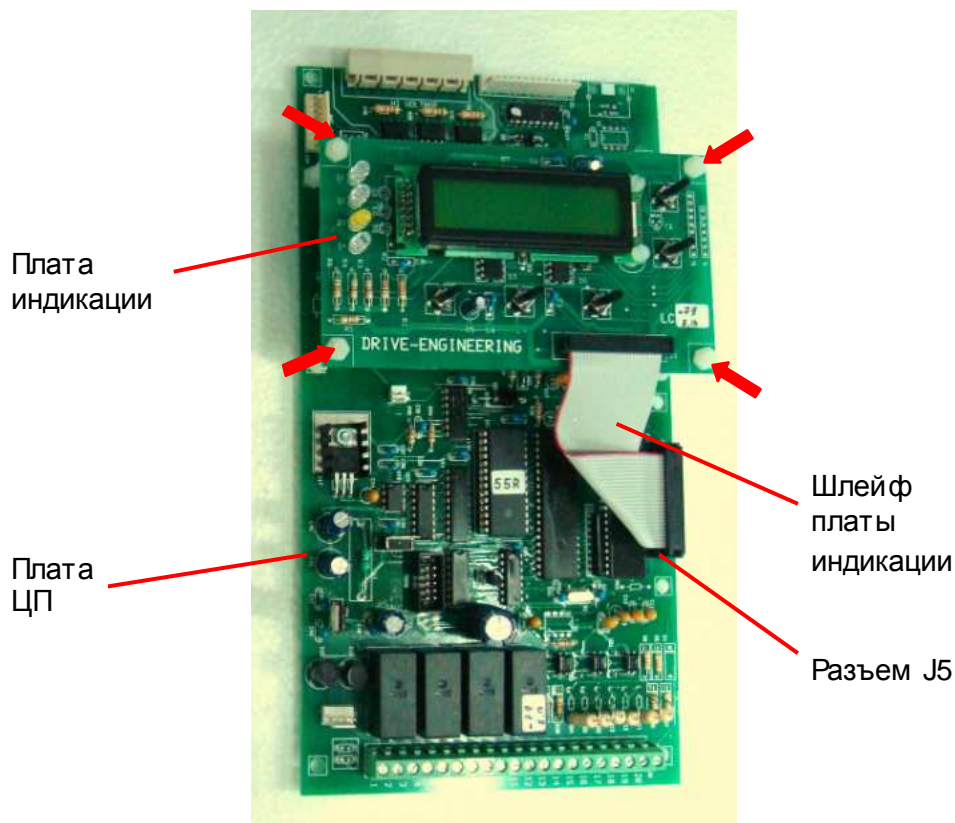

Рис. 7.32
7.12.2. Зафиксировать плату индикации четырьмя пластмассовыми гайками (рис. 7.32, красные стрелки).